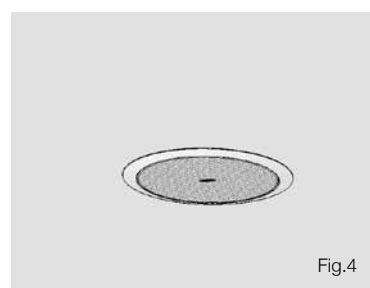

Fig.4
6. Insérez la grille en la poussant dans l'enceinte (Fig.4).